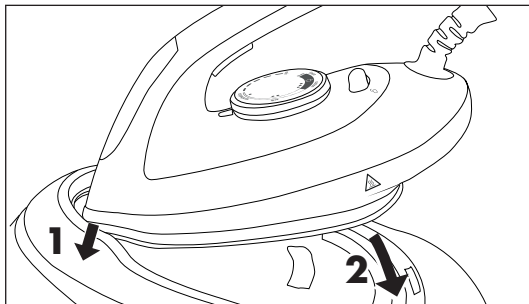

Fig. 8
- 5) Después del planchado, coloque la plancha sobre la superficie de apoyo **6** de la estación de base. Coloque primero la punta de la plancha bajo la esquina delantera de la superficie de apoyo **6** y pose después la plancha completamente sobre la superficie de apoyo **6** (consulte la fig. 8).